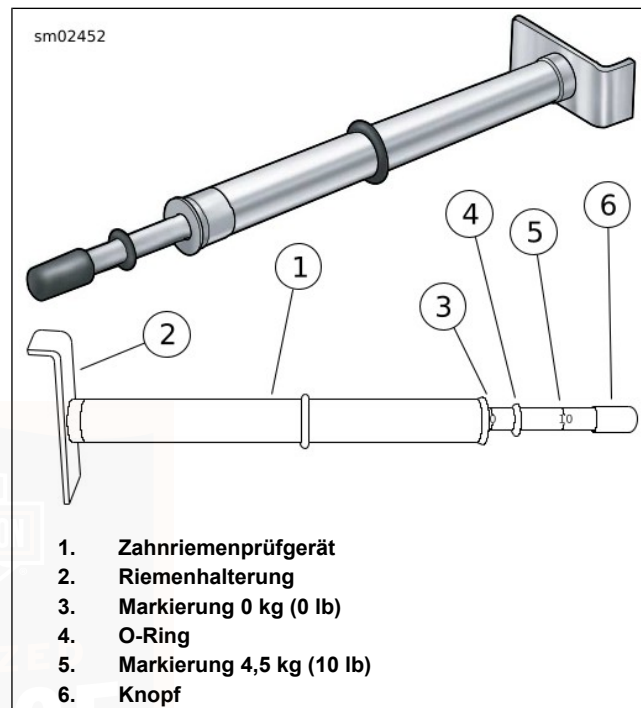

Abbildung 122. Zahnriemenprüfgerät
3. Siehe Abbildung 122. Messung der Riemendurchbiegung mit: